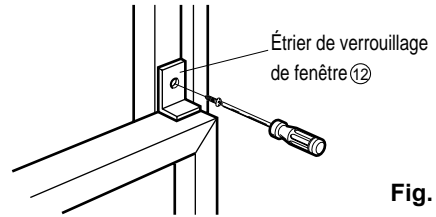

Fig. 9
- 12 Fixez l'étrier de verrouillage de fenêtre ⑫ à l'aide d'une vis de type C ⑦. (Voyez la fig. 9)